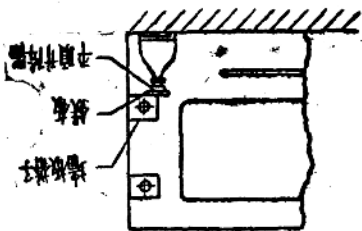
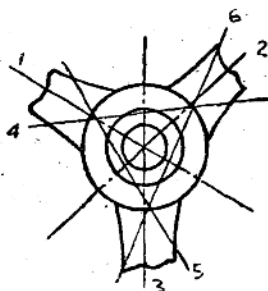

图 12
图 13
③在机框四角二个牆板連接搭子間墊入鉄板和平頂升降器四只(图12所示)。然后在頂部牆板的搭子加工面处初校机框水平一次，为以后精校机框打下基础。
①校正机框位置使符合机台安裝綫。
②抬装大三脚架，抬时上下应有三人协作，或用起重葫蘆吊装，二人即可。根据定位肖締紧螺絲。
③精校机框水平，用水平尺置于上大三脚架面上精校之。順序如图13所示。